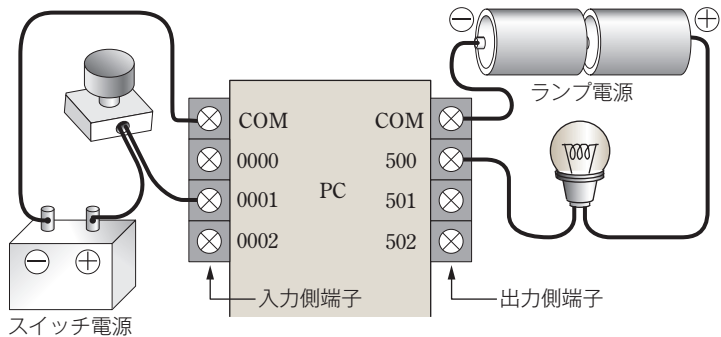

図21 機器の接続例
(c) プログラミング 表 6 に、PC プログラムで用いるおもな命令語を示す。また、表 7 は図 21 に示す限時動作のラダーチャートを、PC プログラムで表したものである。
①機器の接続 図 21 のように、スイッチの一方の端子を PC の入力端子 (0001) に接続し、他方の端子を電源のプラス側に接続する。
① counter